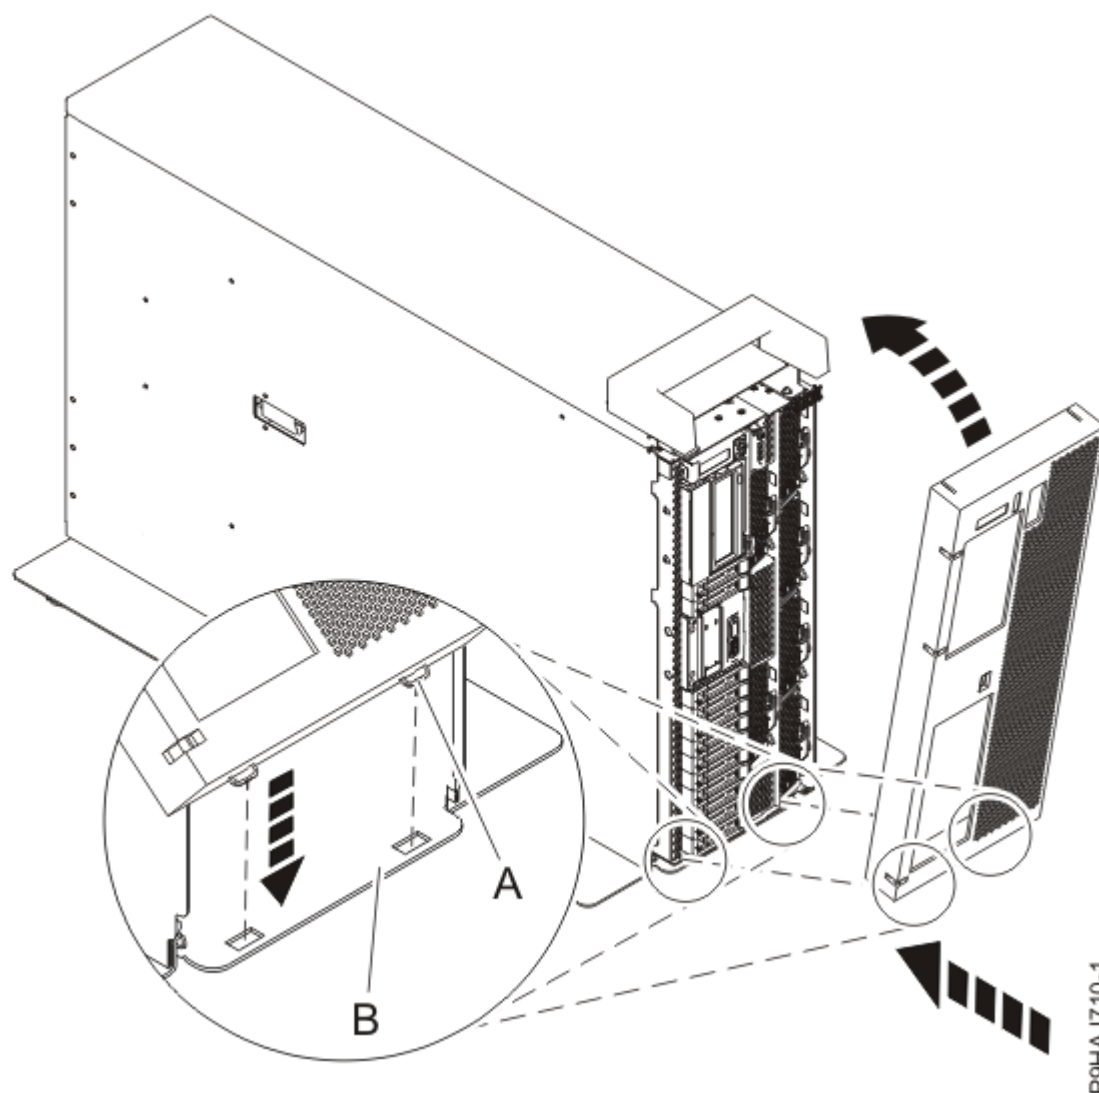

図 36. 前面カバーおよび前面ドアの取り付け
- b) 38 ページの図 36 に示すように、2 つのカバー・タブ (A) がベース・プレート (B) のスロットに収まるように、カバーを位置合わせします。